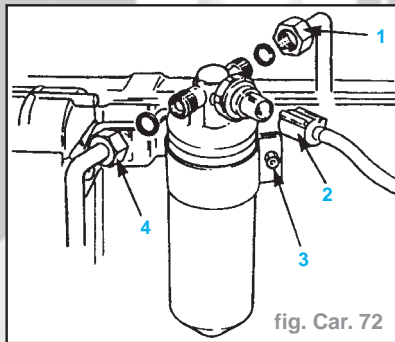

fig. Car. 72
- Défaire le raccord du manocontact (2) et raccords de la conduite de frigorigène (1) et (4) - joints toriques (fig. Car. 72).
- Déposer le réservoir de séchage - vis de fixation (3).